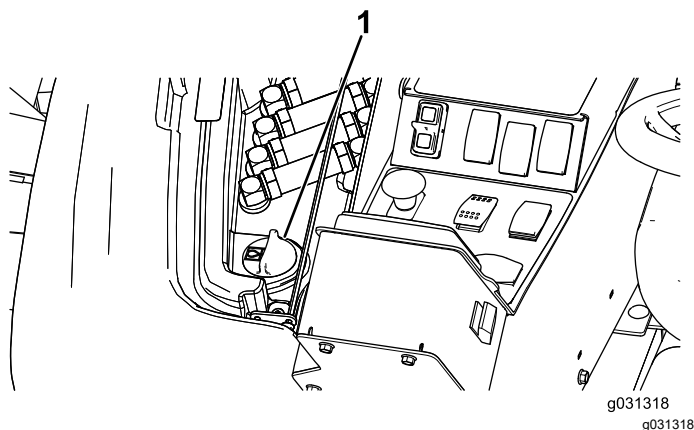

Рисунок 130
2. Для обеспечения доступа к крышке гидравлического бака поднимите крышку доступа с правой стороны машины (Рисунок 130).
3. Очистите зону вокруг заливной горловины и крышки гидравлического бака (Рисунок 130).